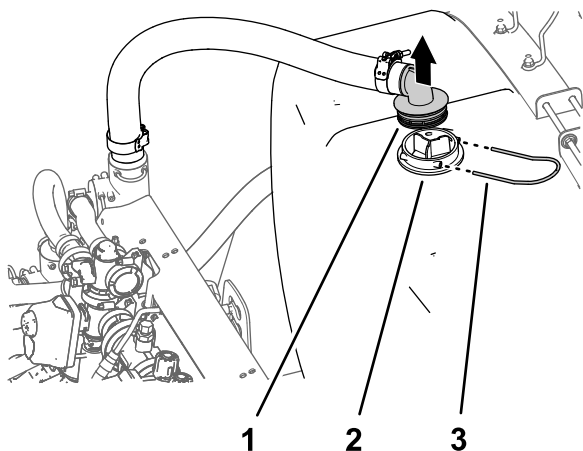

Figure 12
- Retirez l'étrier qui fixe le raccord à 90° cannelé du flexible d'alimentation au boîtier de la crépine d'aspiration (Figure 12).